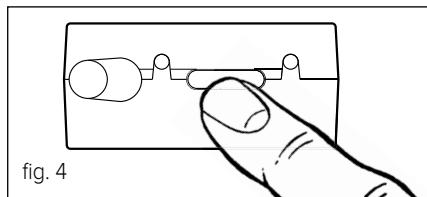

fig. 4
- Premere per 5 secondi il tasto sul ricevitore (fig. 4), il led rosso inizia a lampeggiare.